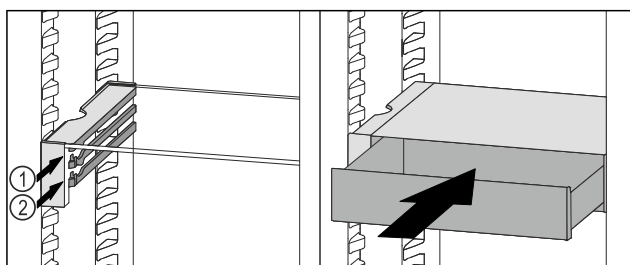

Fig. 93
- Установите выдвижной ящик VarioSafe за стопоры на требуемый выступ Fig. 93 (1) или Fig. 93 (2).